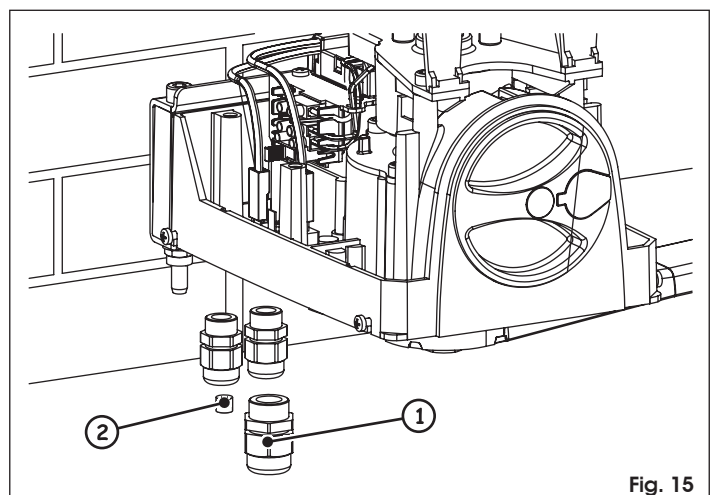

Fig. 15
1. Monter les trois passe-câbles fournis avec les écrous de fixation spécifiques (Fig. 15).
**👉** Le passe-câble de plus grande dimension (Fig. 15 réf. ①) doit toujours être utilisé.
**👉** Si l'on n'utilise pas les deux autres passe-câbles, les fermer avec les bouchons fournis (Fig. 15 réf. ②). Introduire le bouchon en plastique dans le trou de passage du câble et fermer le passe-câble jusqu'à son blocage.